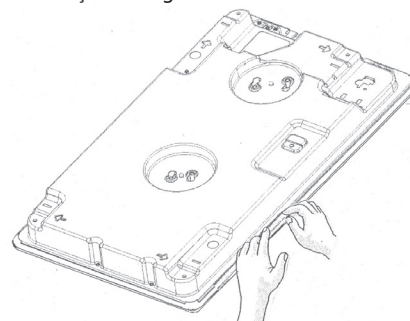

Fig. 1
1. Fixați clemele cu arc (A) (fig. 1) cu șuruburile furnizate, ținând cont de distanțele specificate.
- După conectarea la rețeaua de alimentare cu energie electrică, montați plita prin partea de sus și fixați-o folosind clemele de fixare, conform indicațiilor din fig. 1.